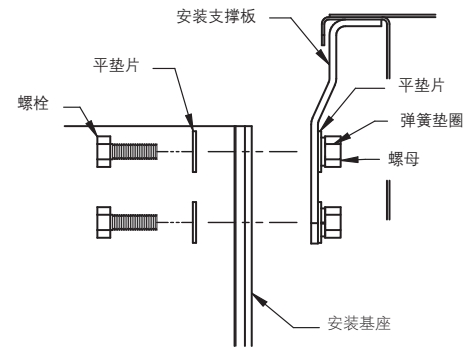

图 23 — 基座的安装
2. 用3/8" (10mm)的平垫片、弹簧垫圈和螺母确保基座固定在支撑板上（见图23）。